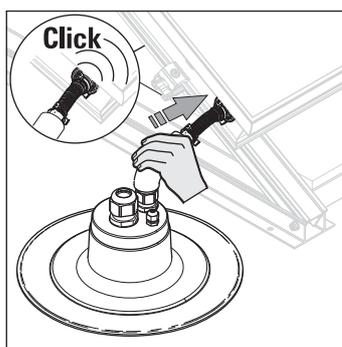

Fig. 3-27 Introducir los arcos de conexión del colector en los tubos de conexión del colector
8. Colocar el arco de conexión del colector en el tubo de conexión del colector hasta que encajen las garras de retención (fig. 3-27).